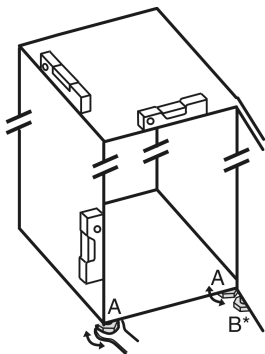

Fig. 24
- ▶ Zhvendosni këmbëzat me rregullim Fig. 24 (A) me çelës fiso dhe me ndihmën e një niveli me ujë, derisa pajisja të jetë niveluar mirë.
- ▶ Zhvendosni këmbëzat me rregullim Fig. 24 (B) në bazamentin mbështetës me çelësat fiso të përfshirë në paketim, derisa të jetë mbështetur mbi dyshemë.
- ▶ Rrotullojeni këmbën me rregullim Fig. 24 (B) sërish maksimumi 90°, për të parandaluar dëmtimin e derës.